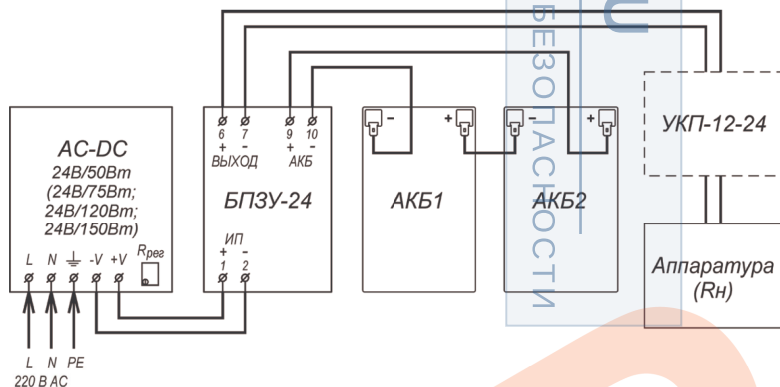
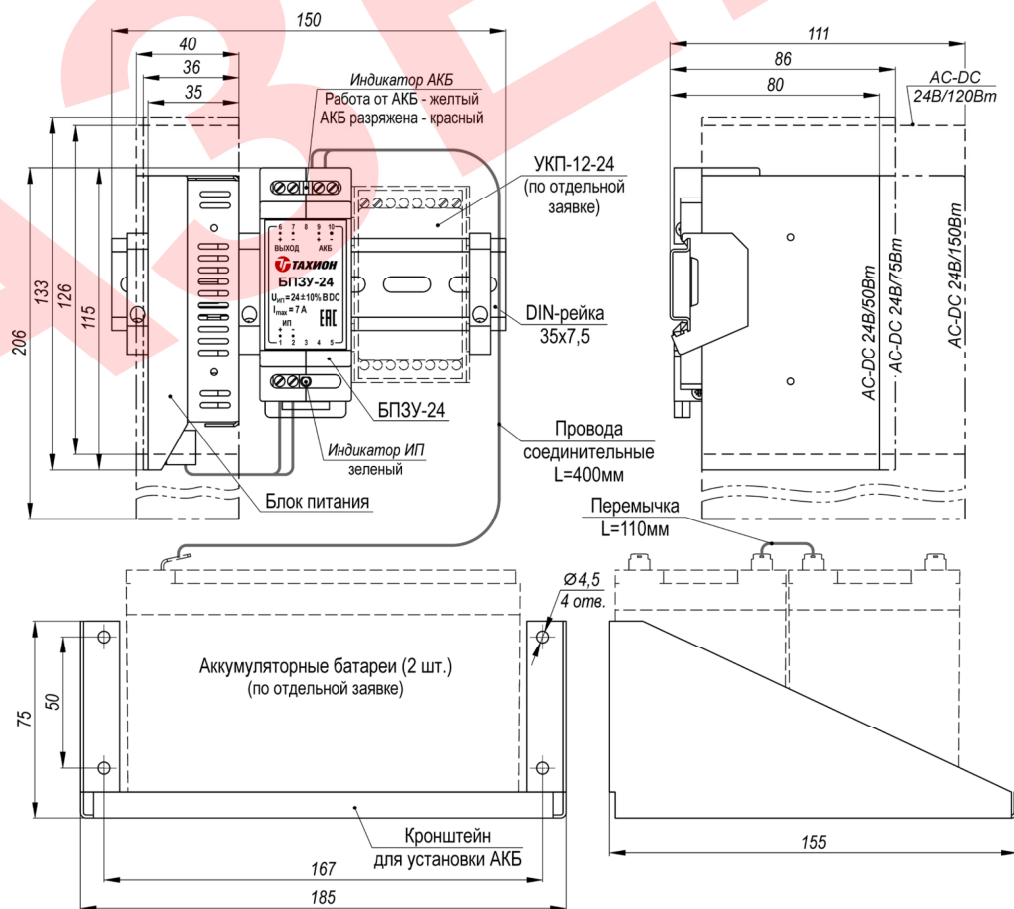

Рис.2 Схема электрическая принципиальная
Рис.1 Устройство, габаритные и установочные размеры
Подключение цепей изделий производится в соответствии со схемой электрической принципиальной (рис.2). Для подключения необходимо:
2. Установить аккумуляторные батареи на кронштейн (см. рис.1) и подключить их проводами соединительными к контактам 9 (+) и 10 (-) БПЗУ-24, соблюдая полярность. Соединить аккумуляторы перемычкой.
4. Подать трехпроводным кабелем напряжение питания 220В AC на соответствующие контакты блока питания, при этом фазный провод (L) соединить с контактом L, нулевой провод (N) с контактом N, а провод заземления соединить с контактом PE.
5. При необходимости отрегулировать значение выходного напряжения при помощи потенциометра «R_{рег}» (рис.2).
12. Габаритные размеры.....	см. рис.1
Устройство изделия приведено на рис.1, схема подключения на рис.2.